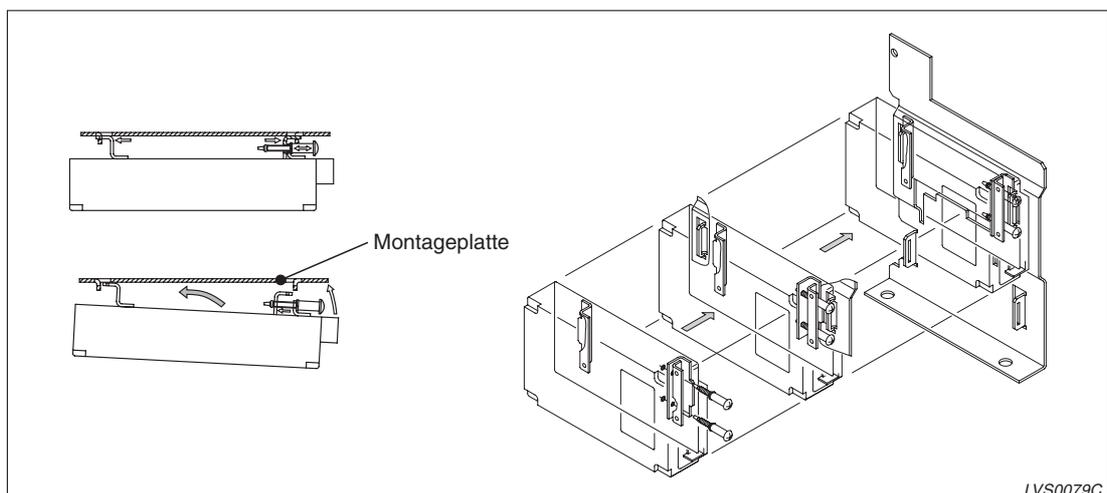

Abb. 4-14: Einbau des UVT-Steuergerätes
- ② Halten Sie das UVT-Steuergerät mit einer Hand fest und lösen Sie die zwei Befestigungsschrauben. Lösen Sie die Montageplatte (siehe Abb. 4-14) von der Seitenwand des Schalters und entfernen Sie das Steuergerät.